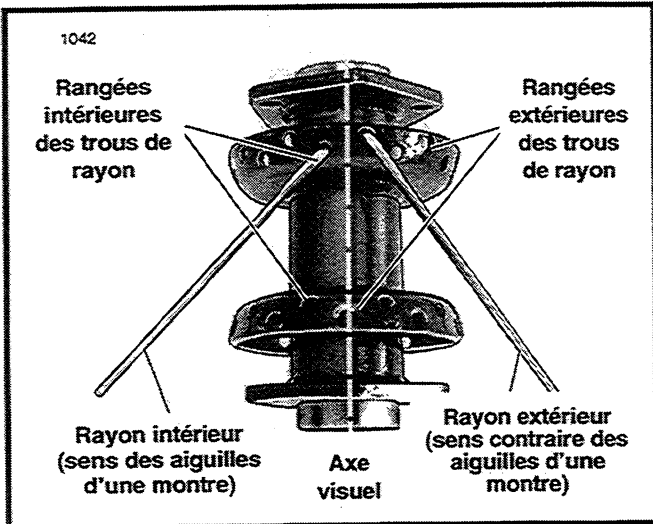
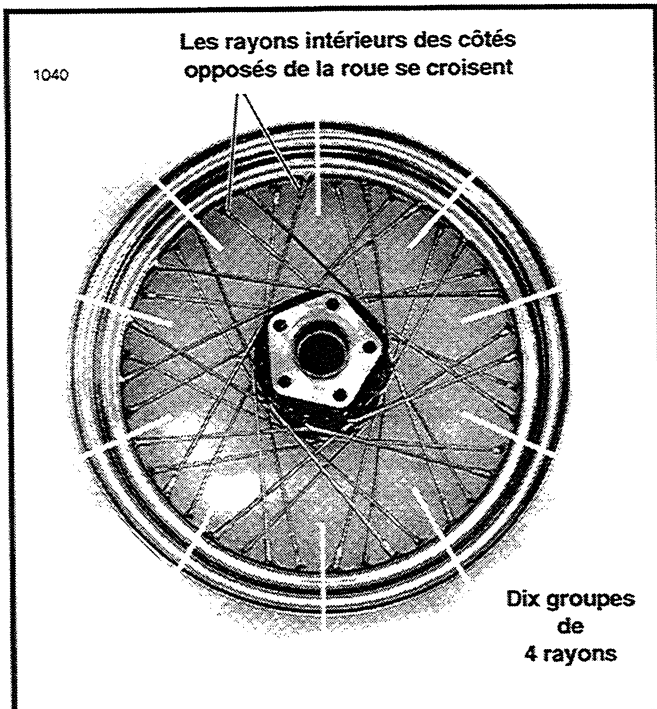

Figure 2-7. Moyeu
Figure 2-8. Roue rayonnée
1. Voir Figure 2-7. Choisissez un trou de rayon extérieur d'un côté de la collerette, et suivez la ligne imaginaire formant l'axe du moyeu. Le premier trou se trouvant à la droite de cet axe est un trou de rayon extérieur. Lorsque la roue est remontée, tous les rayons, intérieurs et extérieurs, des côtés opposés de la roue se croisent. Voir Figure 2-8.
4. Voir Figure 2-7. Introduisez 10 rayons dans les trous de la rangée intérieure de la collerette supérieure (ne reposant pas sur l'établi). Faire pivoter les extrémités libres des rayons aussi loin que possible, dans le sens des aiguilles d'une montre.
5. Voir Figure 2-8. La jante comporte 10 groupes de quatre trous. Dans chaque groupe, un seul trou est orienté vers la rangée des rayons intérieurs de la collerette. Placez la jante par-dessus le moyeu, et introduisez les rayons dans ces trous. Fixez chaque rayon avec un écrou et vissez trois tours, juste assez pour les maintenir en place.
6. Voir Figure 2-7. Lorsque les dix rayons intérieurs de la collerette sont montés, introduisez un rayon dans un des trous de la rangée extérieure de la même collerette.
7. Voir Figure 2-8. Faites pivoter le rayon extérieur dans le sens opposé aux rayons intérieurs. Faites-le croiser quatre rayons intérieurs et fixez-le dans le trou correspondant le plus proche. Procédez de même avec les 9 rayons restants.